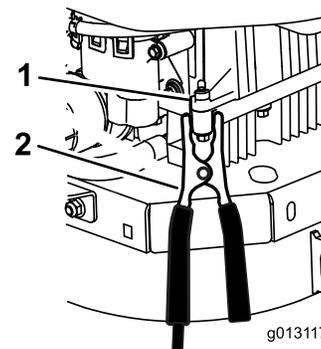

Рисунок 51
- Выполните заключительное подсоединение к блоку цилиндров на машине с разряженным аккумулятором (но не к отрицательному штырю аккумулятора) на достаточном расстоянии от аккумулятора и отойдите назад (Рисунок 51).